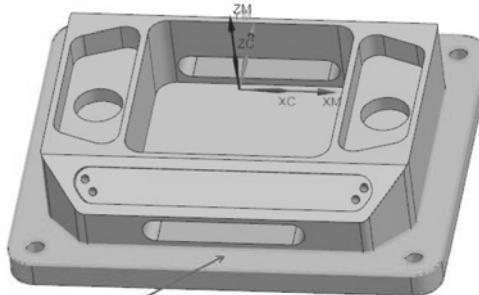

图 3-35 指定底壁铣的底面
(3) 指定切削区底面，直接选取零件的凸台外底面，如图 3-35 所示。